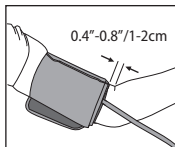

Fig. 5
- El borde inferior del brazalete debe quedar posicionado aproximadamente a una pulgada sobre la articulación del codo, *Fig. 5*.